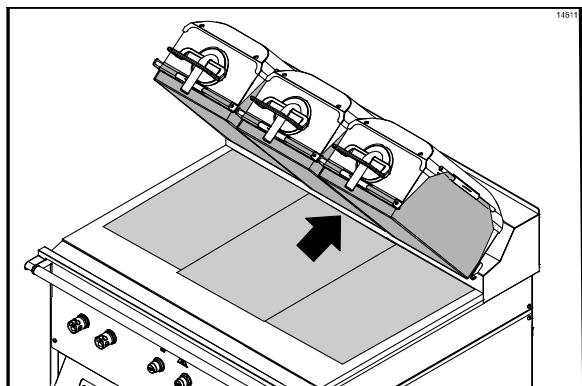

图 77
52. 将下煎板的第三片不粘模的后边缘与煎炉的后部挡油板及中央对齐。这片不粘模将与其它两片不粘模的边缘有所重叠。（请见图 77）